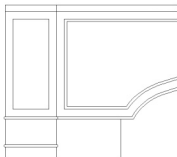

图 5.62 确定矩形的右上角点
② 在指定另一个角点或【面积(A)/尺寸(D)/旋转(R)]: 提示下，输入“@280, 710”后按 Enter 键结束命令，结果如图 5.62 所示。